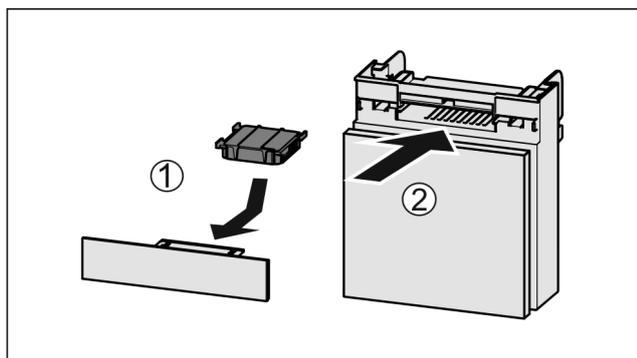

Fig. 88
- ▶ Introduzca el compartimiento Fig. 88 (2).